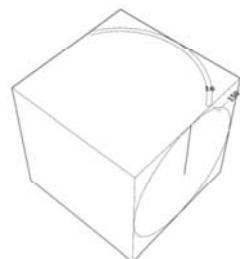

图 2.3.16 画圆与弧
- (3) 在立方体顶面上绘制弧形的放样截面，如图 2.3.16 所示，弧高为  $150\text{mm}$ ；两弧间距相当于搁脚成品的厚度  $16\text{mm}$ 。完成后如图 2.3.16 所示。